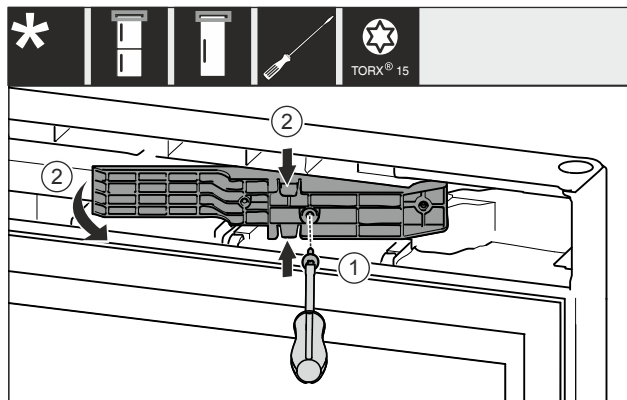

Fig. 12 *
- Allentare le viti con il cacciavite T15. Fig. 12 (1)*
- Estrarre l'adattatore. Fig. 12 (2)*